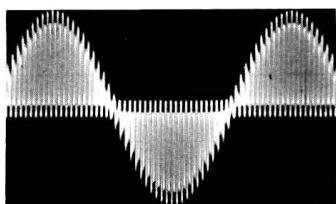

Fig.1
- Moduler sur une seule voie le signal d'entrée et l'amener à un niveau tel que le niveau de pilote à 19 kHz soit de 150 mV environ (fig.1).